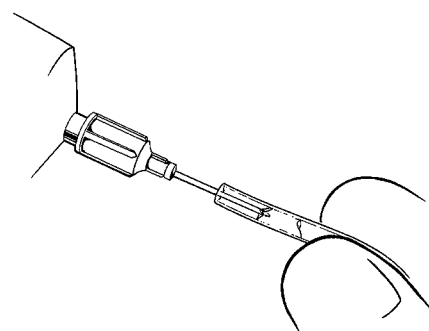

Рисунок 4-22. Промывание трубок
3. Воспользуйтесь тупоконечной иглой 22 калибра, чтобы промыть концы трубок (**рисунок 4-22**) физиологическим раствором и удалить твердые частицы и воздух перед подсоединением.